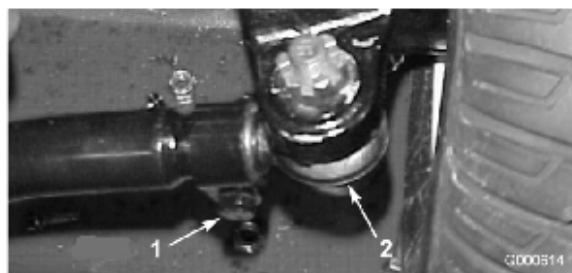

図 47
2. 調整が必要な場合は、タイロッドのボール・ジョイントのコッターピンとナットを外す（図 47）。次に、タイ
3. タイロッド両側のクランプをゆるめる（図 47）。